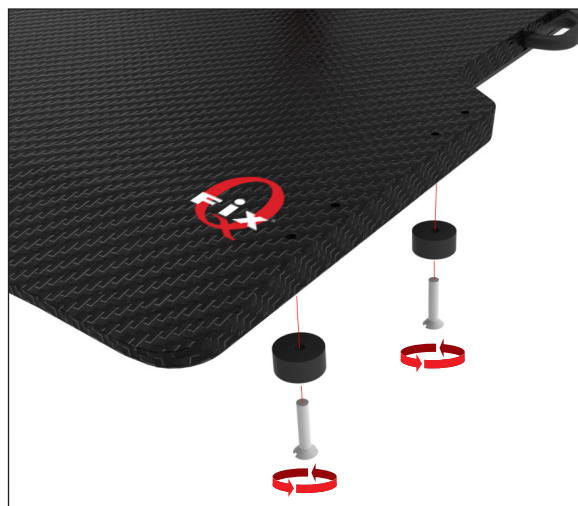

Fig. 28
2. Montera de återstående två positioneringsskivorna (utan kant) på motsatt sida som de första två skivorna, i motsvarande hål, med ¼-20 x 1 ¼-tums skruvar (en för varje) (Fig. 28).